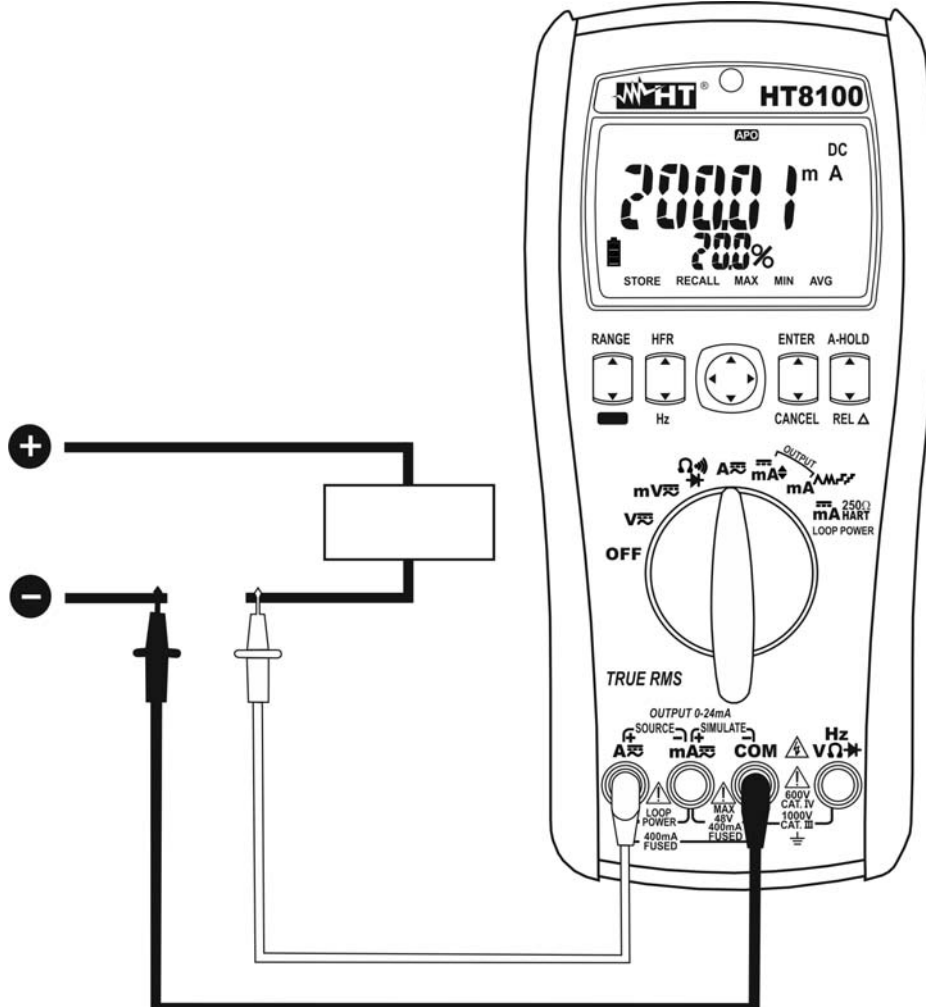

Fig. 4: Uso del instrumento para medida de Corriente CC
5. Conecte la punta roja y la punta negra en serie al circuito del que se quiere medir la corriente respetando la polaridad y el sentido de la corriente (vea Fig. 4)
8. La visualización del símbolo "-" sobre el visualizador del instrumento indica que la corriente tiene sentido opuesto respecto a la conexión de Fig. 4.